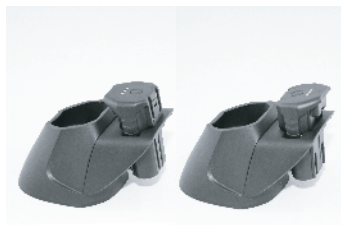

図 27
1. 図(図27)のとおり接触部分を下に向けてバッテリーを挿入します。どちらの方向からも挿入が可能です。